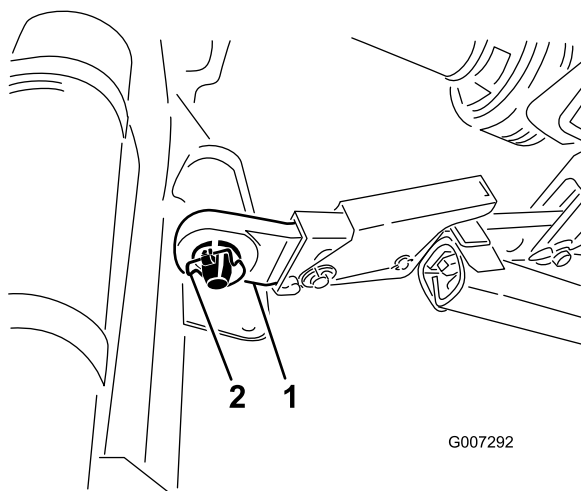

Figura 4
5. Insira os braços de articulação inferiores direito e esquerdo nos pinos de engate (Figura 4).
6. Prenda os braços de articulação inferiores aos pinos de engate com pinos de sujeição (Figura 4).